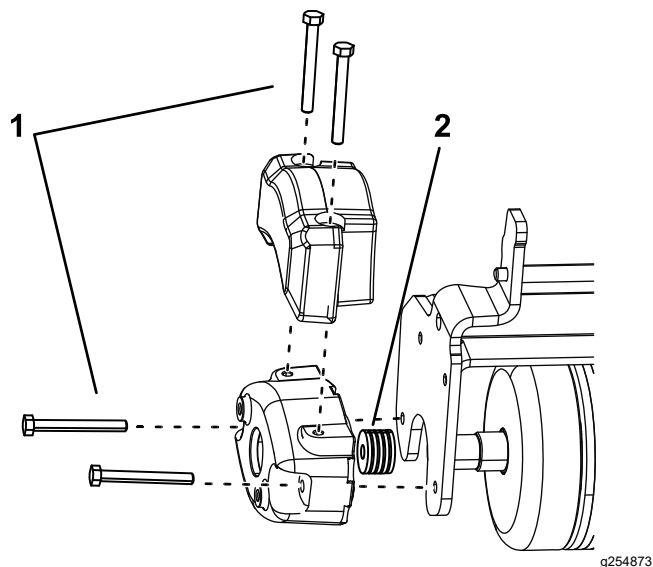

図 6
2. 図 6 のようにボルト 5/16-18 x 23/4" 2 本を取り付ける。
3. 各ボルトにワッシャ1/8" 4 個を取り付けるカウンタウェイトとスパイカのサイドプレートとの間 図 6。